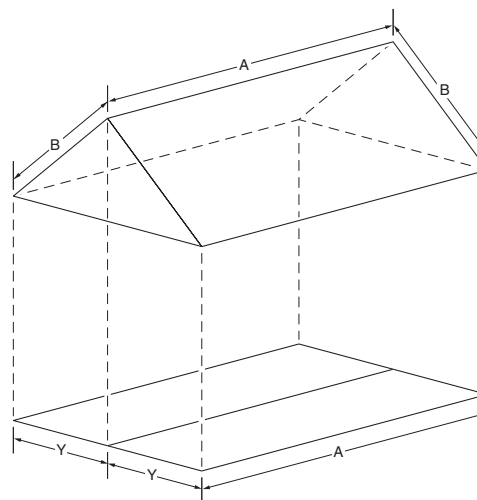

Figure 3-2 : Vue en plan
On peut toutefois décrire le toit d'une autre façon. Supposons que nous fassions le tour du bâtiment et que nous en mesurons la longueur et la largeur. Nous pouvons maintenant dessiner une représentation plane du bâtiment au niveau du sol, appelée vue en plan. Nous avons projeté le toit incliné sur une surface horizontale pour obtenir la surface illustrée à la Figure 3-2. La dimension B, la rive, apparaît maintenant comme un Y sur la vue en plan.
Le tableau ci-dessous présente les facteurs de pente qui permettent de calculer facilement la longueur de la rive (B). Si l'on connaît la hauteur en élévation du toit pour chaque pied de section, on peut multiplier la surface du plan horizontal ($2Y \times A$ dans la Figure 3-2) par le facteur de pente correspondant du tableau 1 pour obtenir la surface réelle.
Par exemple, si la hauteur est de 5 pouces par pied, la surface du toit dans la Figure 3-2 se calcule comme suit : Surface = (Surface sur la vue en plan) x (Facteur de pente de 5 pouces) = ($2Y \times A$) x (1,083)